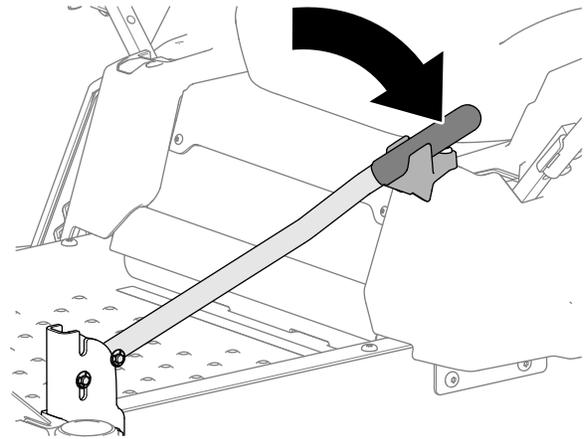

Рисунок 12
2. Полностью поверните вспомогательную рукоятку, как показано на Рисунок 12.